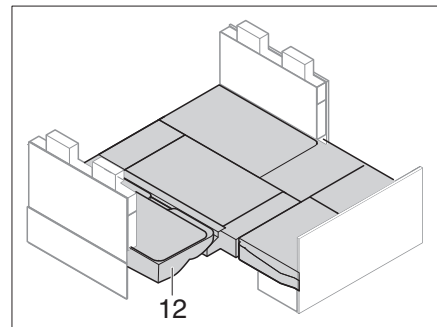

Fig. 235 Après la transformation
- Insérer les coussins d'assise et les extensions de siège. Mettre en place les coussins de dossier (Fig. 235, 12) sur les coussins supplémentaires.